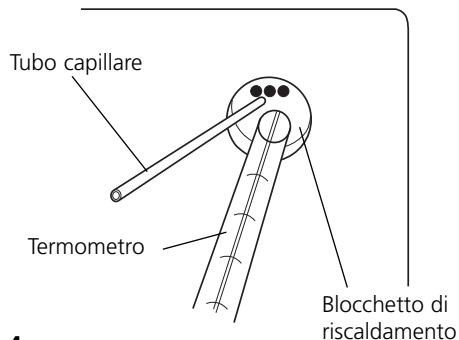

Fig 4
3. Inserire il tubo capillare nel lato del blocchetto di riscaldamento tramite gli appositi fori (v Fig. 4). È possibile inserire fino a 3 tubi capillari contemporaneamente.